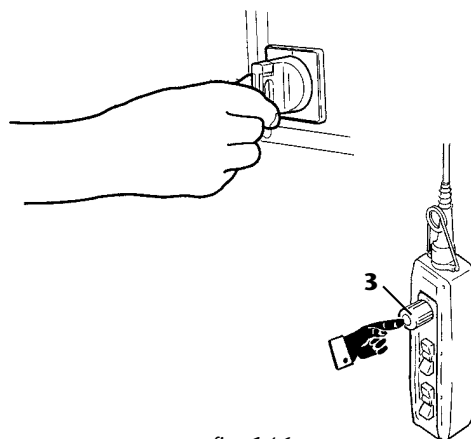

fig. 146
2. Togliere la tensione di alimentazione al paranco premendo il pulsante di arresto di emergenza -3-; porre la leva del sezionatore di linea in posizione "O" oppure "OFF", raggiungere in sicurezza la zona di lavoro, portando in quota la pulsantiera per evitare che possa essere attivata da terra (fig. 146).
2. Togliere la tensione di alimentazione al paranco premendo il pulsante di arresto di emergenza -3-, porre la leva del sezionatore di linea in posizione "O" oppure "OFF", raggiungere in sicurezza la zona di lavoro, portando in quota la pulsantiera per evitare che possa essere attivata da terra (fig. 146).